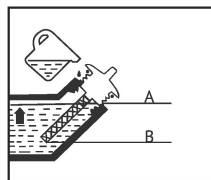

Рис. 7
- Проверить уровень по метке А на шупе (рис.7).